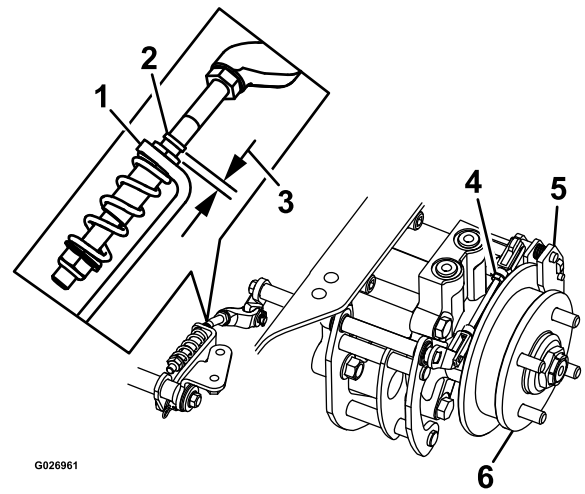

Figura 75
7. Compruebe si hay un espacio visible entre la escuadra y el tope del acoplamiento (Figura 75).